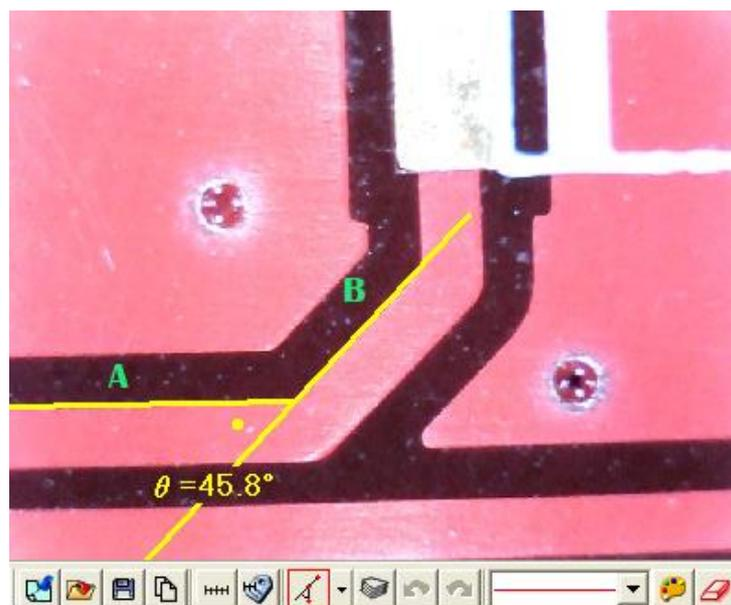

図 5-71 面取り角度を計測する場合
- (8) 三点の面取り測定：面取りを計測する場合は、「三点の面取り測定」をクリックして下さい。角度がある被写体の A 辺の 1 点を選び A 辺 B 辺の頂点までドラッグし、B 辺の 1 点をクリック。図 5-71 のように、面取り角度  $\theta = 45.8^\circ$  となります。